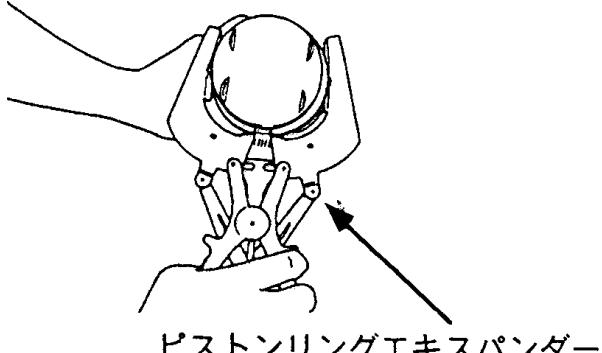
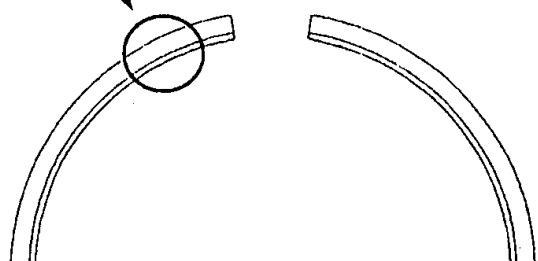

図 5
図 6
6 . 1 図5のように、ピストンリングをピストンリングエキスパンダーを用いてピストンに取付けてください。この時、トップ及びセカンドリングは図6に示す刻印のある面を上面にしてください。
- 6 . 3 コイルリングが装着されたピストンのオイルリング溝にレールリングを図5のようにピストンリングエキスパンダーを用いて取付けてください。